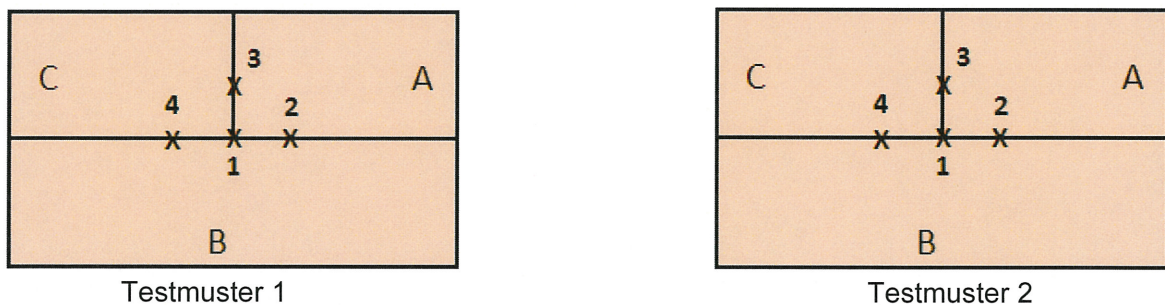

Abbildung 4: Testpositionen auf den montierten Dielen – Muster 1 und 2 nebeneinander
6. Markieren Sie die Testposition bei 15 mm auf den drei Seiten der mittigen Längsmarkierung. Siehe Abbildung 4.